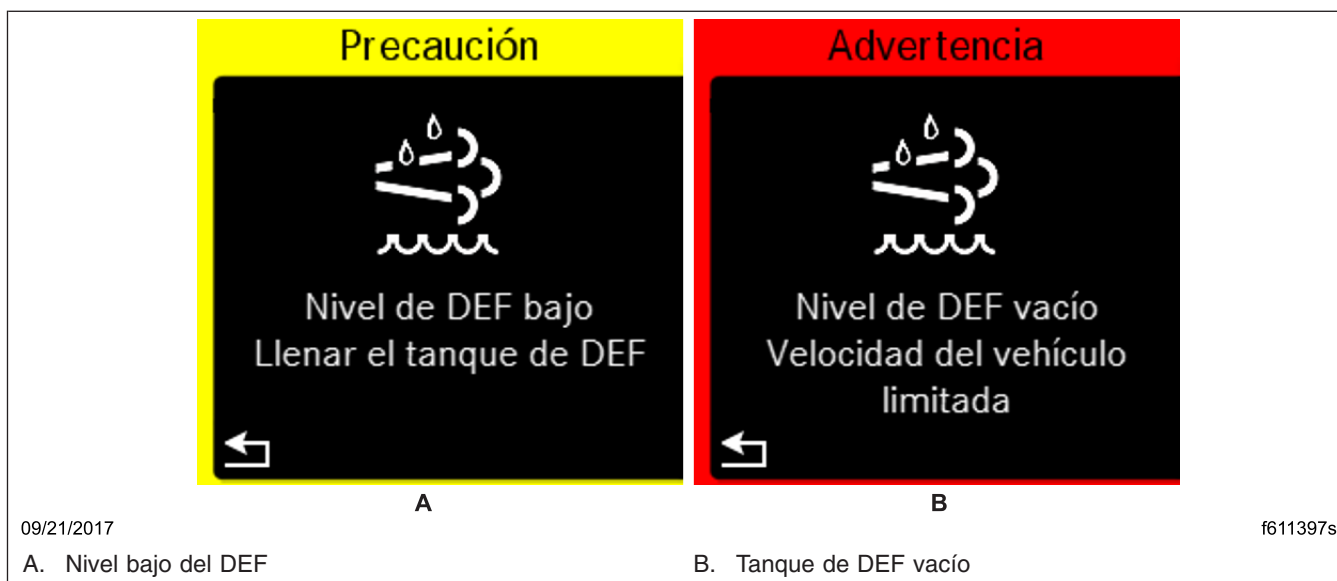

Figura 12.7, Mensajes de nivel de DEF
Cuando el nivel del DEF es bajo, se enciende la luz de advertencia en color ámbar y la pantalla del conductor muestra un alerta. Vea la Figura 12.7. Rellene el tanque de DEF para poder así cancelar la secuencia de advertencia.
- La pantalla del conductor muestra la advertencia "DEF Tank Empty" (Tanque de DEF vacío). Vea la Figura 12.7.